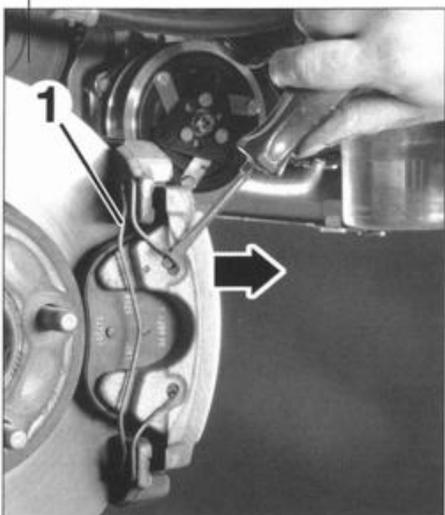

FIG. 7
Desmontar el muelle (1) de la pinza (**fig. 7**).